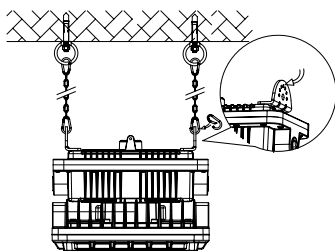
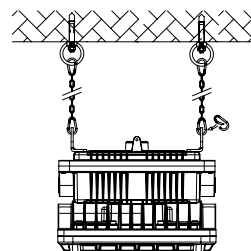

Fig. 12
Fig. 13
2. Hang the fixture into the lifting hook or chain (Figure 12, Figure 13).
2. Accrochez l'appareil au crochet de levage ou à la chaîne (figure 12, figure 13).